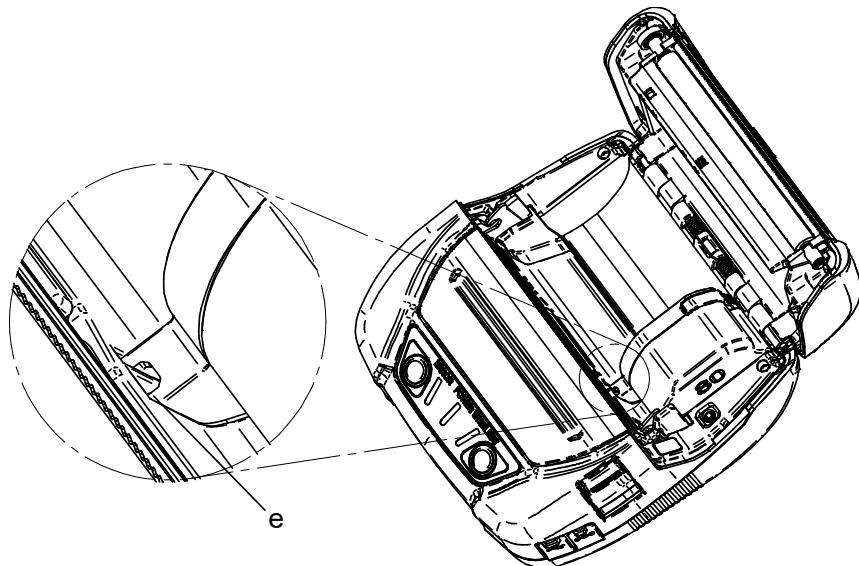

図 13-5 パーテーションプレート取り付け(2)
1. 図 13-5のように、パーテーションプレートのツメe部をプリンタの溝E部に合わせてください。